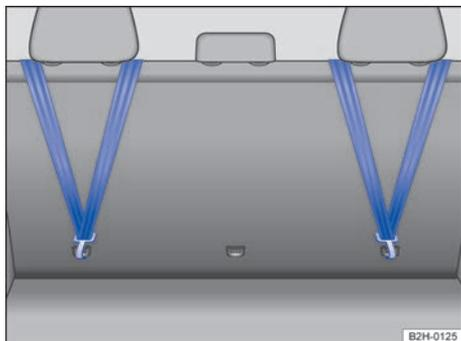

Fig. 67 Cinturón de fijación superior enganchado en la parte posterior del respaldo del asiento trasero.
- Enganche el cinturón de fijación superior en la argolla de sujeción correspondiente ⇒ **fig. 67**.